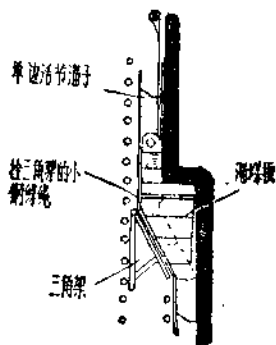

图 21
(3) 康拜因因去掉装煤机代以斜三角溜煤漏斗，其情况如图21。
(4) 单边溜子的挪动，不需用人力，可用一个三角架，借康拜因或截煤机拉着前进，把单边溜子挤靠煤壁，但需注意单溜子在移动中，经常向上漂，为解决这个问题，一方面不让碎煤进到溜子底，一方面把溜子分段拉住，免致三角架挤溜子时受力很大，把单边溜子撬起。
(5) 司机操作时，为了安全，在牵引部之前即司机之背后做一铁的保护板，挡住上面滚下的东西。